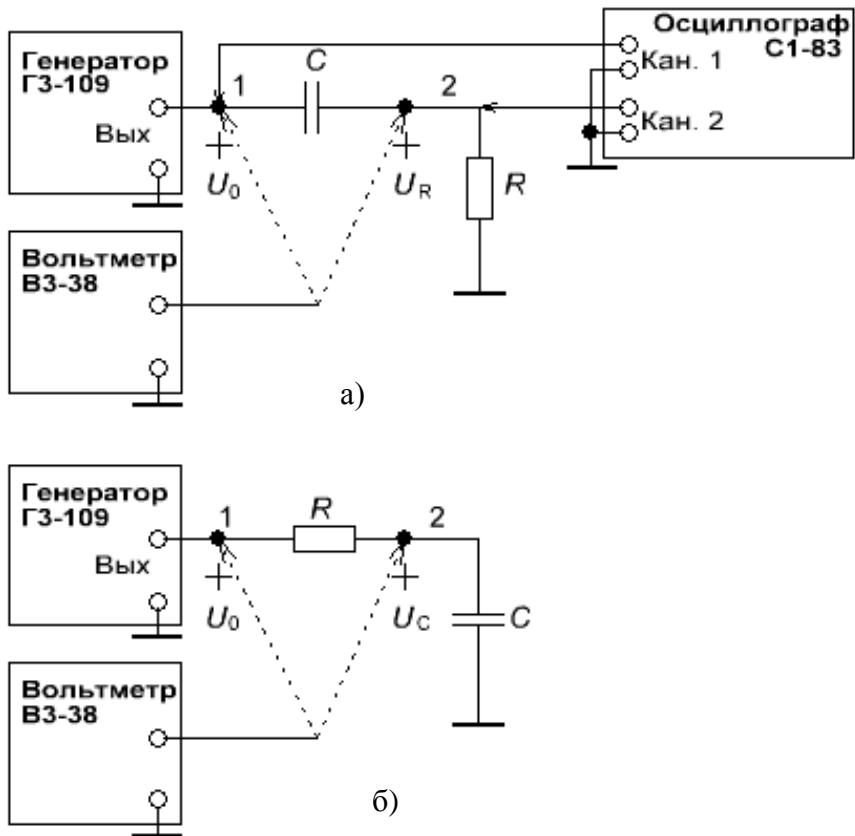

Рис. 3.2
1.4. Познакомьтесь со схемами эксперимента, представленными на рис. 3.2.
- 2.1. Соберите цепь, схема которой представлена на рис. 3.2,а.
2.10. Соберите цепь, схема которой приведена на рис. 3.2,б, установите на входе цепи (в точке 1) напряжение 1 В и измерьте напряжение U_C (в точке 2) для рассчитанной емкости C и для $C_1 = 0,1\text{C}$. Результаты измерений занесите в графу «Эксперимент» табл. 3.2.